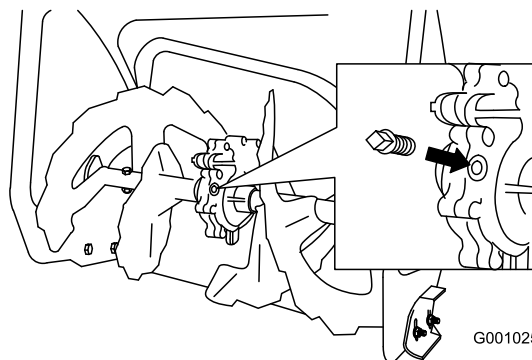

Figura 46
2. Limpe a zona em redor do tampão do tubo (Figura 46).